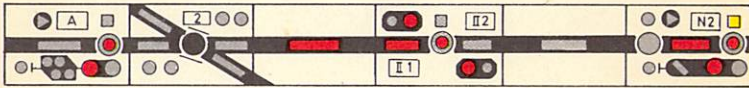

Bild 8
- (5) Soll das Zugdeckungssignal am Ziel einer Kurzeinfahrt nicht selbsttätig in Grundstellung wechseln, muß vor dem Einstellen der Kurzeinfahrt das Zielsignal in Stellung Sh 0 gesperrt werden. Das Zugdeckungssignal kann erst nach Aufhebung der Festlegung und Ablauf der Verzögerungszeit entsperrt und dadurch in Grundstellung zurückgestellt werden (vgl. Bild 8).